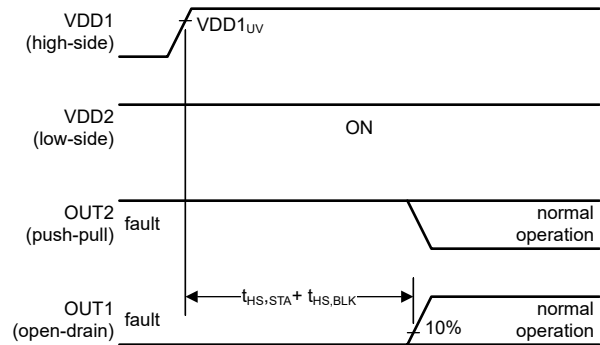

図 6-4. VDD2 がオンで、VDD1 がオンになる (遅延時間が長い)
図 6-4 では、ローサイド電源 (VDD2) がオンになった後しばらくして、ハイサイド電源 (VDD1) がオンになります。OUT1 は最初は Low 状態で、OUT2 は High 状態です (ケース (1) を参照)。ハイサイド電源が有効になった後、本デバイスが通常動作となり、出力がコンパレータの現在の状態を反映するまでに、 $t_{HS, STA} + t_{HS, BLK}$ の時間が経過します。